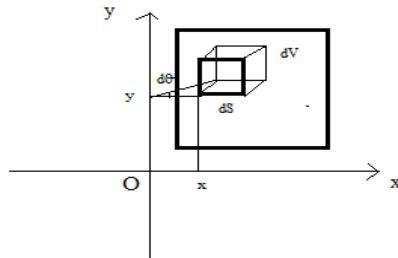

Figure III.12
Soit (S) une surface homogène de masse m_s située dans un plan (O, x, y) et ne coupe pas les axes (Ox, Oy). Figure III.12. La rotation de (s) autour de l'axe (Oy) engendre un volume (V_y) et la rotation de (S) autour de l'axe (Ox) engendre un volume (V_x).